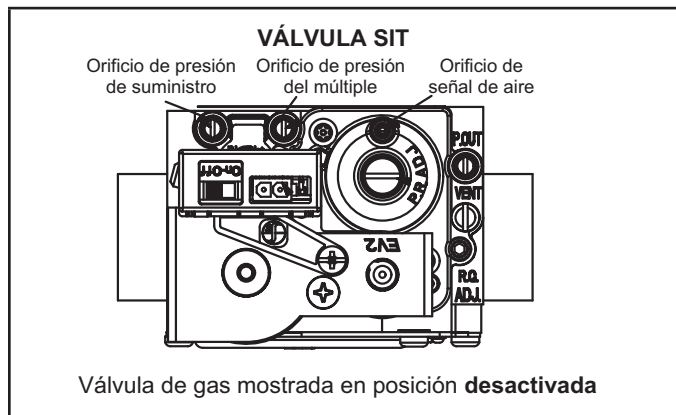

FIGURA 69
Operación de la válvula de gas (FIGURA 69)
- 6 - Mueva el interruptor de la válvula de gas a la posición OFF (Apagado). Ver FIGURA 69.
- 8 - Mueva el interruptor de la válvula de gas a la posición ON (Encendido). Ver FIGURA 69.